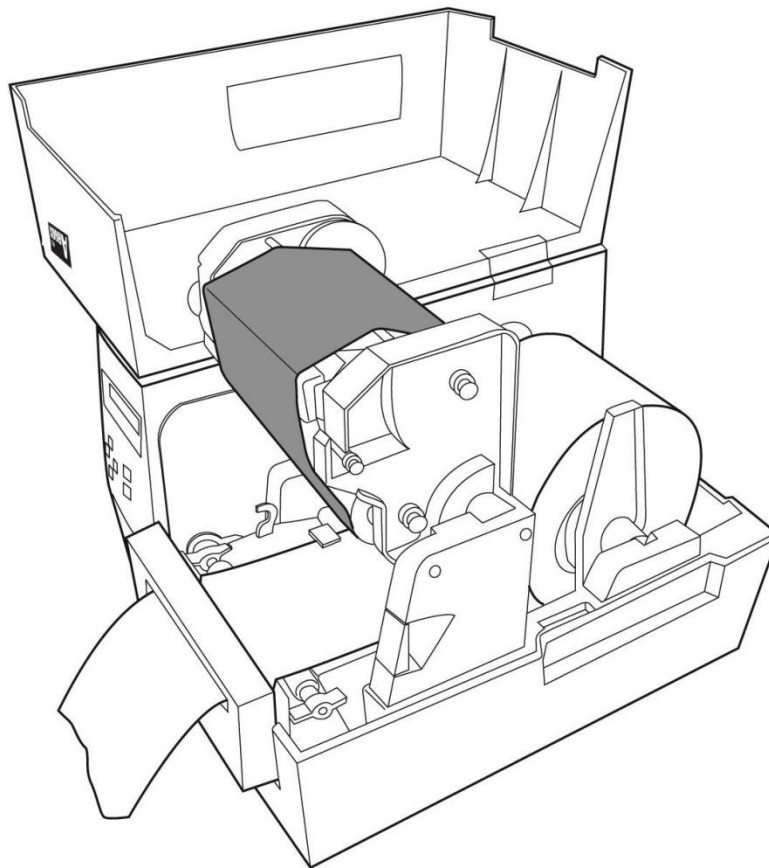

Figura 15
78. Passe a mídia sobre o rolete do reservatório de tinta, em seguida dirija a mídia através da fenda do módulo cortador (Figura 15).